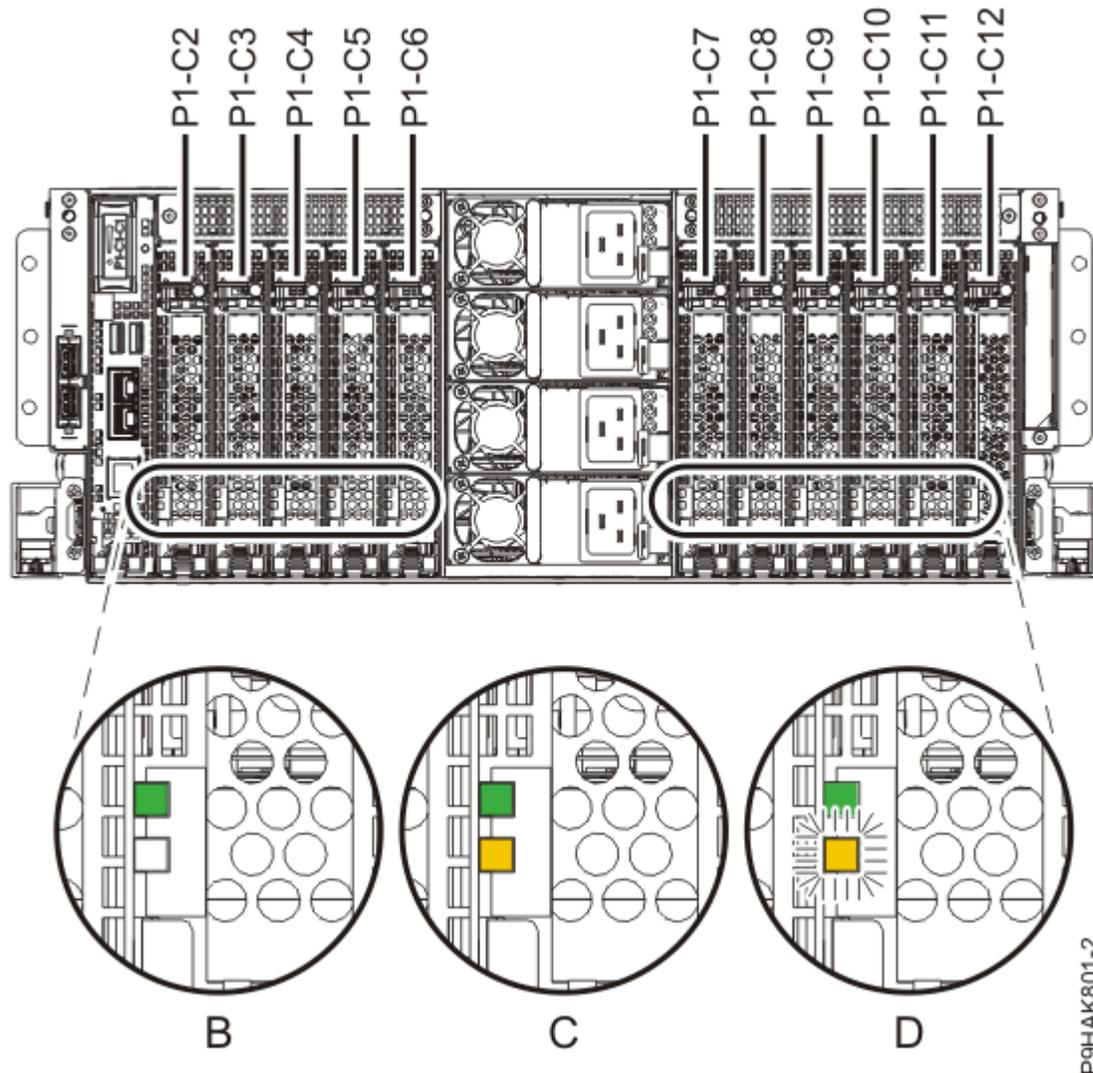

Abbildung 26. Positionen der Adaptersteckplätze und Anzeigen in einem System vom Typ 9040-MR9
2. Überprüfen Sie die Positionen der Adaptersteckplätze und der Serviceanzeigen des zu wartenden Adapters. Die Adapter werden an der Rückseite des Systems installiert. In Abbildung 26 auf Seite 40 werden die Positionen der Adapter in einem System vom Typ 9040-MR9 und die Positionen der Anzeigen für die einzelnen Adapter angezeigt.